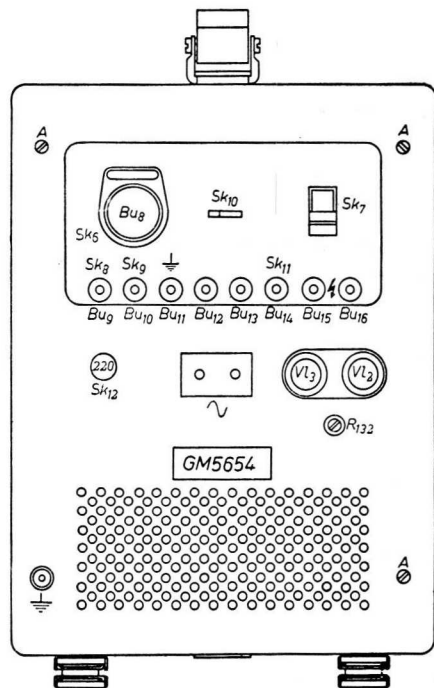

Fig. 14
Het is raadzaam de buizen niet onnodig te vervangen, in het bijzonder niet die van de versterkers, aangezien hierdoor de frequentie karakteristiek nadelig zou kunnen worden beïnvloed. Mocht vervanging noodzakelijk zijn, dan raadplege men de figuren 12 en 13. Om de kast te verwijderen moet de oscillograaf met de voorzijde op een zachte ondergrond worden geplaatst. Na de drie schroeven A en de aardklem aan de achterzijde te hebben verwijderd (fig. 14) kan de kast omhoog worden geschoven. Na het vervangen van  $B_1$  (EF 80) moet  $R_{14}$  aan de rechterzijde van de oscillograaf (schroevendraaier-instelling) zodanig worden ingesteld, dat bij snel draaien aan  $R_7$  (fijnregeling vert. ampl.) geen verschuiving van het beeldpunt optreedt. Daarbij moet de verzwakker  $Sk_5$  op minimum worden ingesteld ( $\times 1$ ) en mag geen verticale-deflectiespanning op de ingang worden aangesloten.
De twee houders  $VI_2$  en  $VI_3$  (zie fig. 14) op het aansluitpaneel aan de achterzijde zijn voorzien van smeltveiligheden ( $VI_2$ —5 A codenr. 08 140 33,  $VI_3$ —2,5 A codenr. 08 150 48). De voedingstransformator is voorzien van een temperatuurveiligheid  $VI_1$  (codenr. 08 100 97). Een nieuwe tempera-
**Aarde** — De grote kartelmoer, gemerkt „ $\perp$ ” (fig. 14), aan de achterzijde, moet met een goede aardleiding worden verbonden. Eerst daarna mag de netverbinding tot stand worden gebracht.
Wanneer men een spanning met zeer geringe amplitude onderzoekt en de versterker voor verticale afbuiging op maximum versterking heeft ingesteld, is het mogelijk dat men een brom met een frequentie van 50 Hz op het scherm waarneemt. Men moet dan de bussen  $Bu_5$  en  $Bu_6$  met elkaar verbinden. De oscillograaf moet geaard worden aan  $Bu_5$  en niet aan de aardklem op de achterzijde. Verdwijnt de brom nu, dan zal de oorzaak gezocht moeten worden in de aarding van het uitwendig circuit. Dit mag n.l. slechts op één punt worden geaard (bij voorkeur op  $Bu_5$ ). Blijft de brom bestaan bij kortsluiting van  $Bu_5$  en  $Bu_6$ , dan zal deze door inwendige oorzaken optreden en vermoedelijk veroorzaakt worden doordat de elektronenstraal wordt gemoduleerd met een parasitaire spanning van 50 Hz. Deze brom kan men opheffen met behulp van de potentiometer  $R_{132}$ , bereikbaar aan de achterzijde van de oscillograaf (fig. 14). Hierdoor regelt men een compensatiespanning (afkomstig van een wikkeling op de secundaire van de voedingstransformator), die wordt toegevoerd aan de katode van de buis  $B_2$  (EF 91) in de eerste trap van de versterker voor de verticale afbuiging.
De verticale-deflectieplaten zijn direct zonder condensatoren of lekweerstand, met  $Bu_9$  en  $Bu_{10}$  (fig. 14) verbonden. Voor een goede beeldkwaliteit is het nodig, dat de deflectieplaten in de externe circuits via weerstanden van ten hoogste 5 M $\Omega$  zijn verbonden met punten, die zoveel mogelijk een symmetrische spanning hebben t.o.v. het nulniveau. Voor deingangsspanning, ingangswaerstand en gevoeligheid op  $Bu_9$  en  $Bu_{10}$ , zie men bij „Technische gegevens” (blz. 10). Interne synchronisatie kan ook in dit geval worden toegepast, hetgeen belangrijk is bij gelijktijdige weergave van twee spanningen met behulp van een PHILIPS elektronenschakelaar.
De horizontale deflectie geschiedt met een spanning met de netfrequentie (Sk3 in de 11e stand: „HOR.”). Deze spanning (die symmetrisch is) kan van Bu12 en Bu13 aan de achterzijde worden afgenomen (zie fig. 14). De amplitude van de horizontale deflectie wordt met R6 geregeld (zie ook schema fig. 8).
Bij verschillende verschijnselen kan het ook gewenst zijn in het diagram een tijdsindicatie te hebben. Men sluit dan tussen de bussen  $Bu_{14}$  (MOD.) en  $Bu_{11}$  (aarde) (fig. 14) een wisselspanning met frequentie  $n$  aan. Bij voldoende amplitude (minimum  $2 V_{\text{eff}}$ ) wordt de elektronenstraal  $n$  maal per seconde onderdrukt, hetgeen een gestippeld diagram oplevert, mits de tijdbasisfrequentie kleiner is dan  $n$ . Het aantal onderbrekingen is gelijk aan de verhouding van de frequentie  $n$  en de tijdbasisfrequentie. Hierbij wordt de inwendige terugslagonderdrukking uitgeschakeld ( $Sk_{11}$ ).
- Ook door een externe schakelaar kan de elektronenstraal worden onderdrukt.  $Sk_7$  (zie fig. 14) wordt dan in de stand „SUPPR.” gezet, terwijl de externe schakelaar tussen  $Bu_{15}$  en  $Bu_{16}$  op het achterpaneel wordt aangesloten. Zolang deze geopend is, is het gehele beeld onderdrukt.